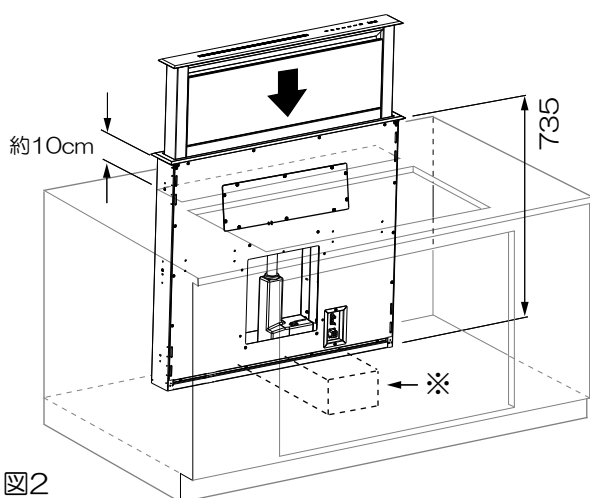

図2
2. ワークトップに落とし込む前に、図2のようにトップから10cmほど浮かせた状態になるような適当な高さの置台(※)を準備してください。